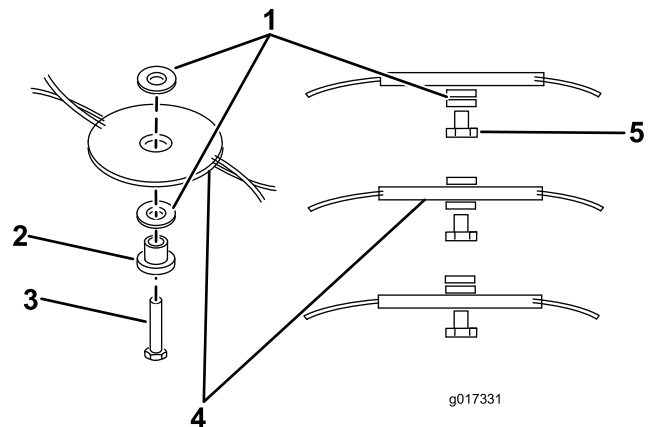
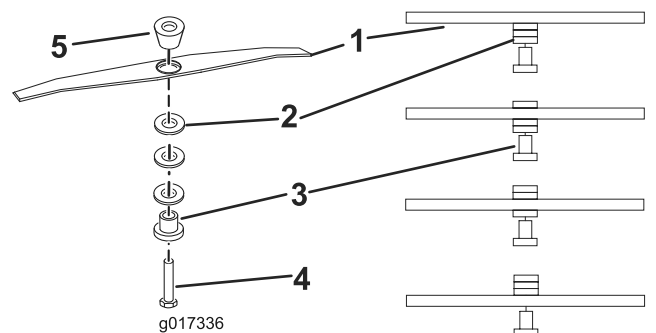

Figura 12
Figura 13
6. Coloque los espaciadores a la altura deseada y vuelva a instalar el hilo de corte/barra de corte (Figura 13, Figura 12).